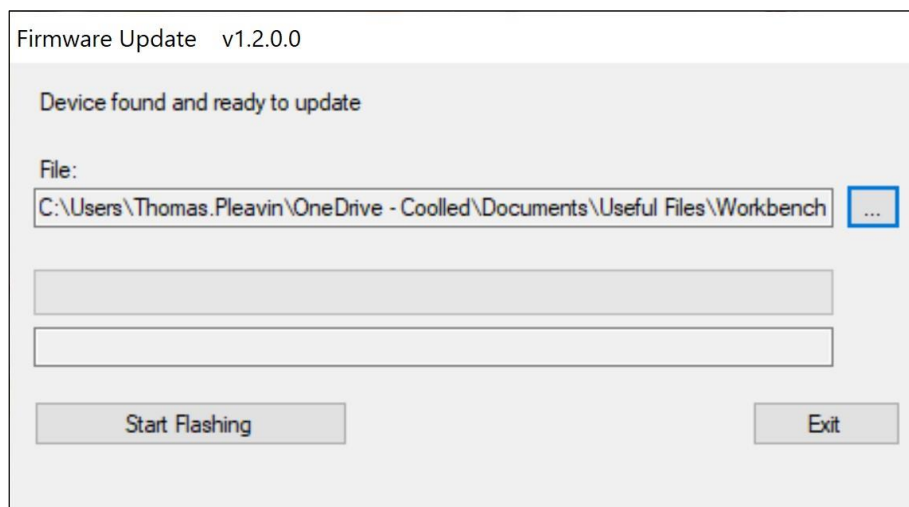

Figura 57 - Janela de atualização do firmware, pronta para clicar em "Start Flashing".
12. Com o caminho do ficheiro preenchido na caixa *Ficheiro*, clique no botão *Iniciar intermitência* (Figura 57).